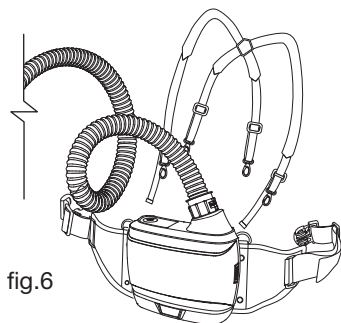
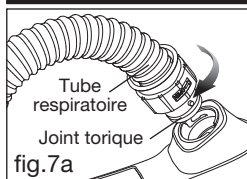

fig.6
fig.7a
- *Inspectez toujours l'extrémité moteur du tube respiratoire pour confirmer que le joint torique en caoutchouc est en place, voir fig. 7a. Remplacer si manquant ou endommagé.*
Insérez les deux broches du tube respiratoire dans le moteur et le réceptacle de la hotte (voir fig. 6), tournez-les de 1/4 de tour dans le sens anti-« ouvert » pour les verrouiller en place (voir fig. 7a).